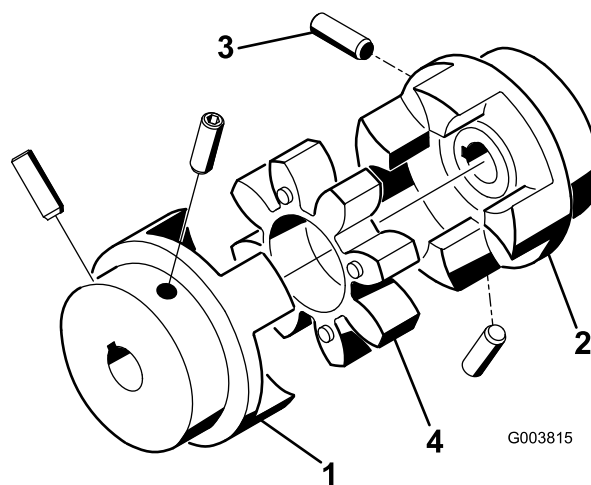

Bild 10
Hinweis: Stellen Sie sicher, dass die Spinnenkupplung (Bild 10) nicht in der Kupplung ist.
- Ziehen Sie die Stellschrauben des Motors und die Lüfterwellenkupplungen (Bild 10) mit 6,6 bis 9,3 Nm an.